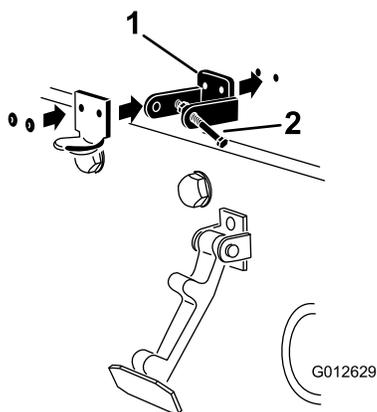

Рисунок 33
- Выравнивая монтажные отверстия, поместите стопорный кронштейн стандарта СЕ и кронштейн защелки капота на капот. Стопорный кронштейн должен быть прижат к капоту (Рисунок 33). Не снимайте болт с гайкой в сборе с рычага стопорного кронштейна.
5. Приклепайте кронштейны и шайбы к капоту (Рисунок 33).